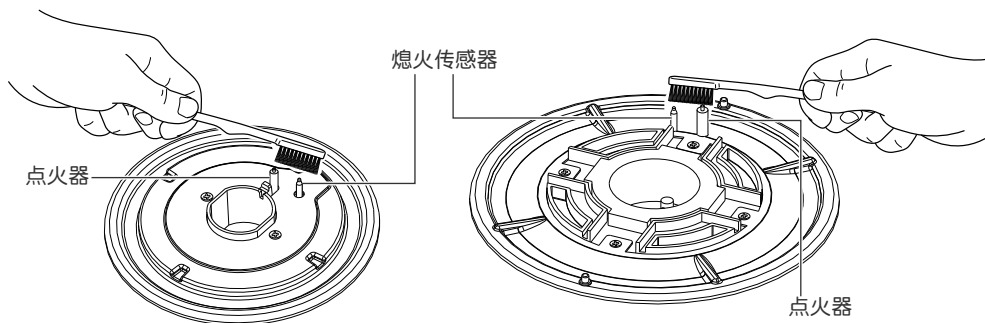

图13 清洁点火器和传感器
灶头有熄火传感器和点火器（参看图13）。如果火焰熄灭，熄火传感器自动关闭气源。
- 点火器是否打火花。如果点火器不打火花，可能是点火器脏了或受潮。用牙刷蘸甲基化酒精清洁点火器，如图13所示。